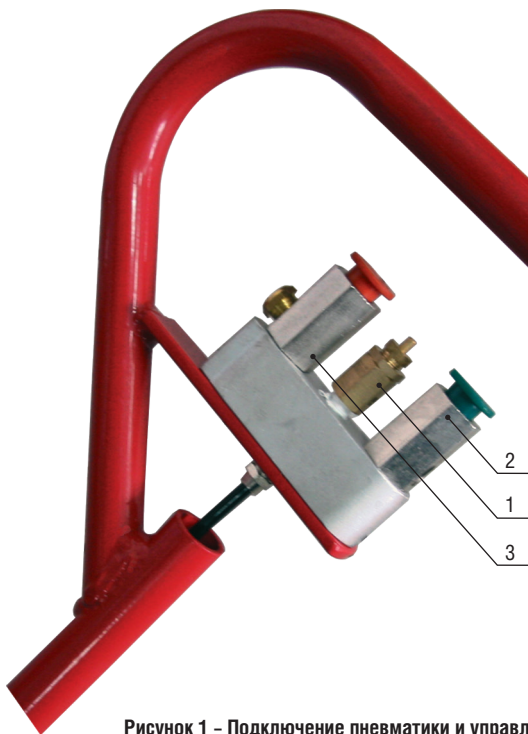

Рисунок 1 – Подключение пневматики и управление
2. Подсоединить линию со сжатым воздухом к воздушному штуцеру (поз. 1 рис. 1) и открыть клапан подачи воздуха (поз. 2, рис. 1).
1. Заполните подушки домкрата сжатым воздухом, открыв клапан (поз. 2 рис. 1), чтобы слегка приподнять домкрат и снять автомобиль со страховочных стоек